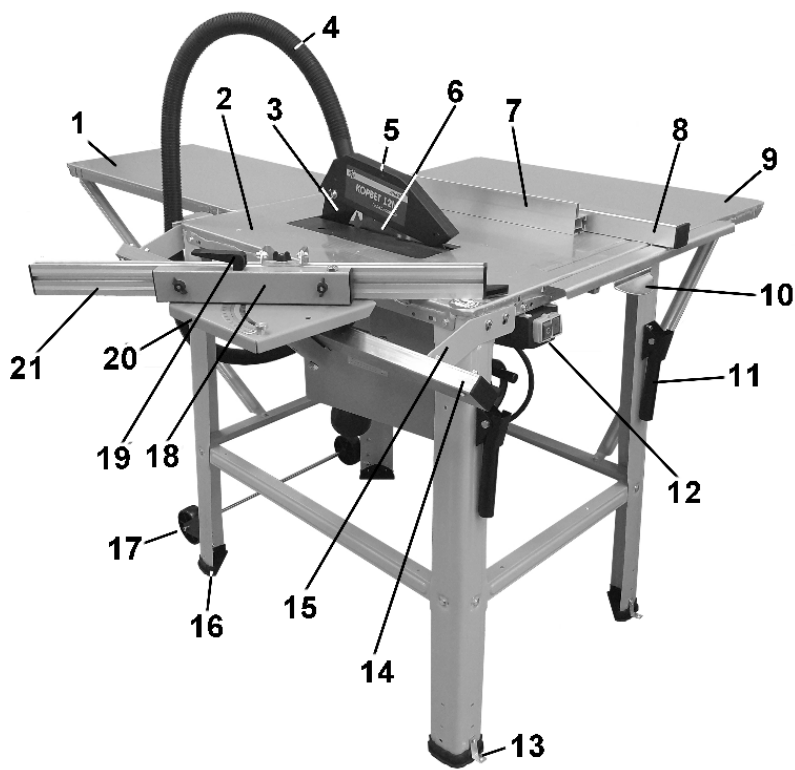

Рис. 2
6.1. Пила состоит из следующих сборочных единиц и деталей (Рис. 2; 3):